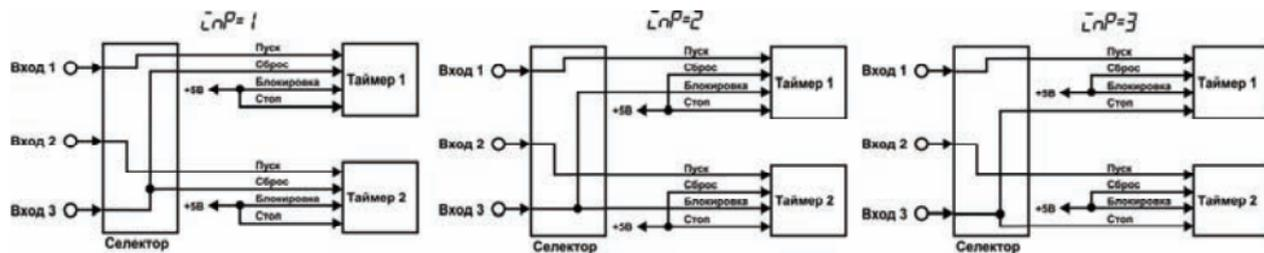

Рисунок 13
3.1.4.1 **Раздельный запуск** таймеров осуществляется по первому и второму входам прибора соответственно при значениях « $\bar{L}nP$ »=1, 2 или 3. Третий вход прибора может быть подключен соответственно к входам «Сброс», «Блокировка» или «Стоп» одновременно обоих таймеров (рисунок 13).